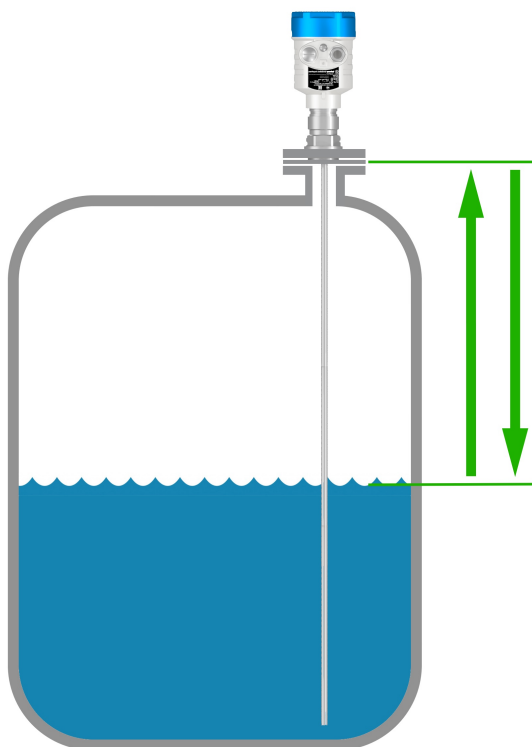

Рисунок 3 – Схематичное изображение работы волноводного уровнемера
- монтаж уровнемера рекомендуется выполнить как можно дальше от линий подачи и слива продукта (рисунок 3). Попадание потока на зонд уровнемера может привести к некорректным показаниям;